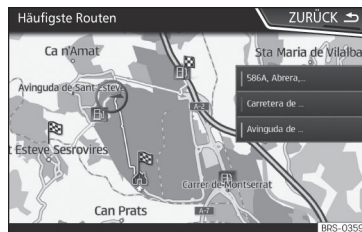

Abb. 187 Vorausschauende Navigation
- Auf dem Hauptbildschirm des Navigationsmenüs im Pop-up-Fenster die Taste **HÄUFIGSTE ROUTEN** antippen. Zur Anzeige der häufig gefahrenen Routen die Taste **In Karte anzeigen** antippen » **Abb. 187**.